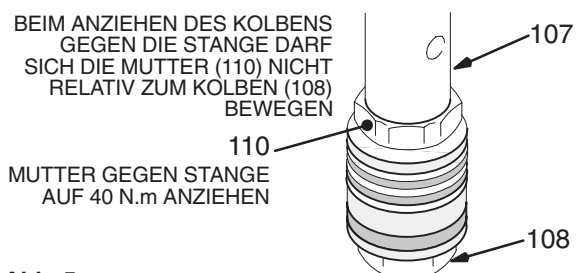

Abb. 5
- Ventil handfest in Kolbenstange eindrehen, bis die Mutter (110) die Stange gerade berührt. Siehe Abb. 5.
7. Die Schlüssel­flächen der Stange (107) in einen Schraubstock einspannen.
8. **VORSICHTIG** die Mutter (110) gegen die Kolbenstange auf 40 N.m anziehen. Siehe Abb. 5.